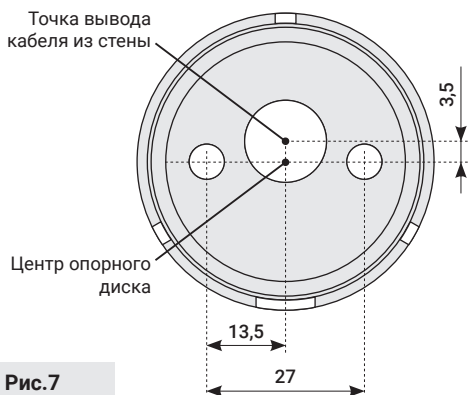

Рис.7
4.2.1. Для монтажа через скрытую проводку производитель рекомендует придерживаться следующих требований: кабель для подключения должен быть медным с сечением $3 \times 1.5 \text{ мм}^2$. Точка вывода кабеля из стены проходит через опорный диск (рис. 7).